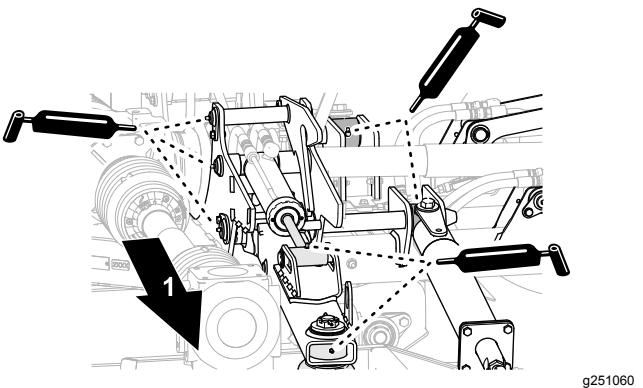

Figura 46
- Applicate il grasso specificato a bracci di sollevamento, cilindri idraulici e montanti di impatto dei piatti di taglio sinistro e destro (Figura 46).